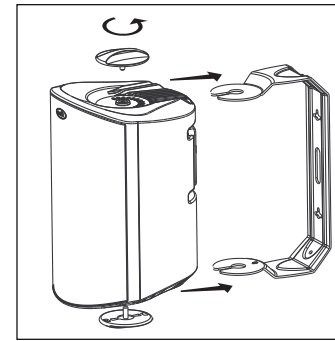

FIGURA 14: Gire las perillas para quitar el soporte.
12. Fije el altavoz en el soporte deslizándolo entre los brazos del soporte. Las rampas integradas abren ligeramente el soporte y guían los extremos hacia las protuberancias. Un sistema de trinquete sujeta el altavoz en posición y permite hacer ajustes menores de orientación [figura 14].